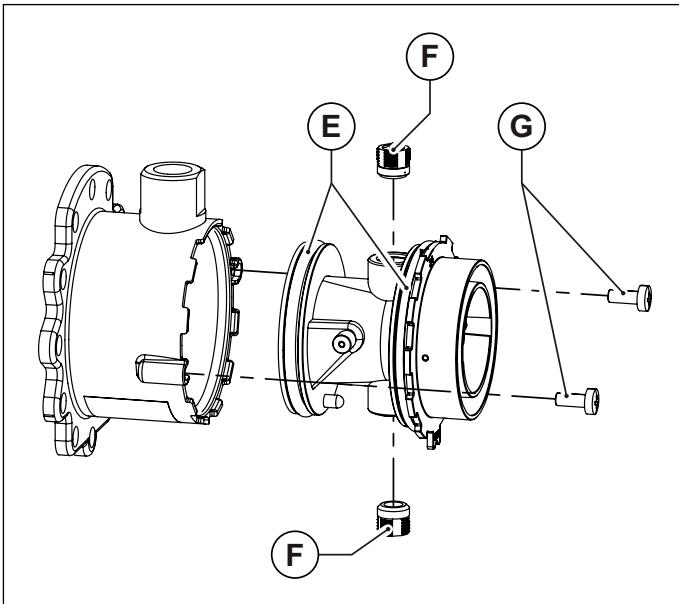
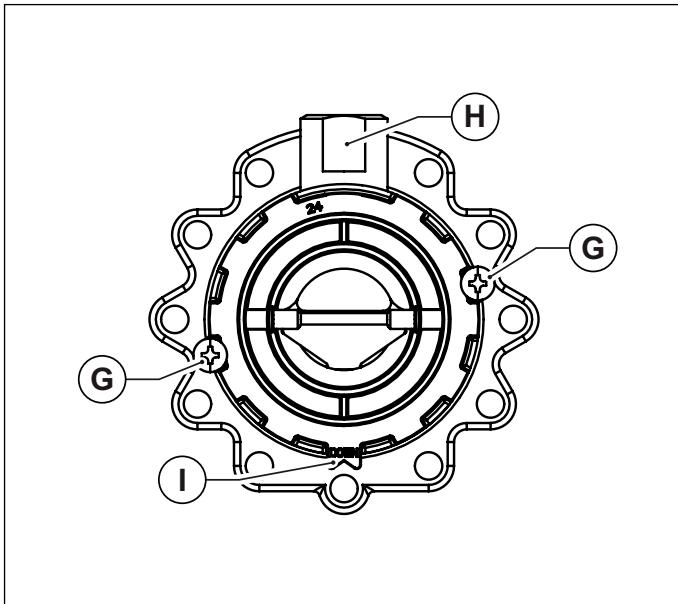

Рис. 38 Пластмассовый корпус смесителя
Рис. 39 Монтажное положение
- Отвинтить два винта и вытащить пластмассовый корпус смесительного узла (смотри Рис. 38 Пластмассовый корпус смесителя).
- Используя шестигранный ключ, вывинтить две форсунки диаметром 6 мм (смотри Рис. 38 Пластмассовый корпус смесителя).
- Вставить пластмассовый корпус (трубку Вентури) в смесительный узел и зафиксировать его крепежными винтами, обращая внимание на то, чтобы не повредить кольцевые прокладки, расположенные по краям пластмассового корпуса Рис. 38 Пластмассовый корпус смесителя) правильно выбрать монтажное положение (смотри Рис. 39 Монтажное положение).
- Закрепить смесительный узел на вентиляторе с помощью шестигранных винтов, не забыв установить между ними уплотнительное кольцо (смотри Рис. 38 Пластмассовый корпус смесителя).
- Вставить пластмассовый корпус (трубку Вентури) в смесительный узел и зафиксировать его крепежными винтами, обращая внимание на то, чтобы не повредить кольцевые прокладки, расположенные по краям пластмассового корпуса Рис. 38 Пластмассовый корпус смесителя (правильно выбрать монтажное положение (смотри Рис. 39 Монтажное положение)).